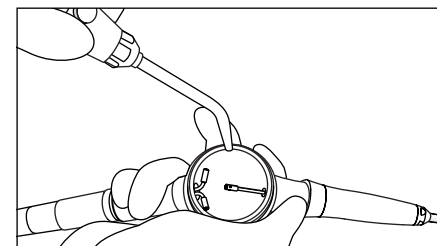

Fig. 6
- ③ Con il getto d'aria soffiare via la polvere rimasta nel contenitore (Fig. 6).